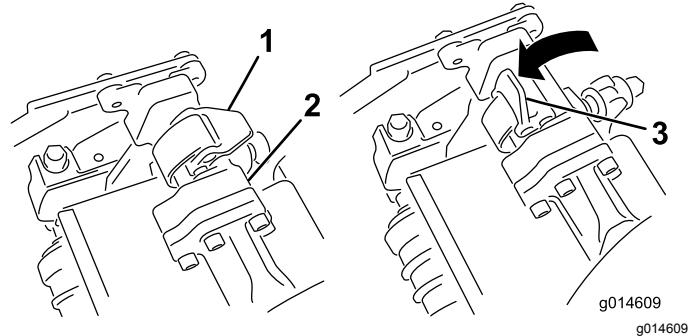
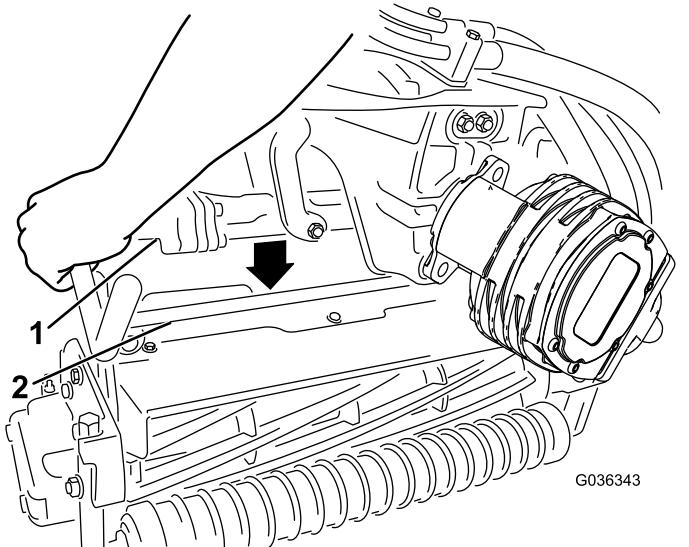

図 45
図 46
4. サスペンションアームのバーについているラッチを上向き開いた状態にして図 45、サスペンションアームを押し下げて、バーを、カッティングユニットのバーの上に被せるようにする図 46。
5. ラッチを下げる閉じるとカッティングユニットのバーがロックされてユニットがアームにセットされる図 45。
- 取り外したいカッティングユニットのサスペンションアームのバーについているラッチを開く**図 45**。